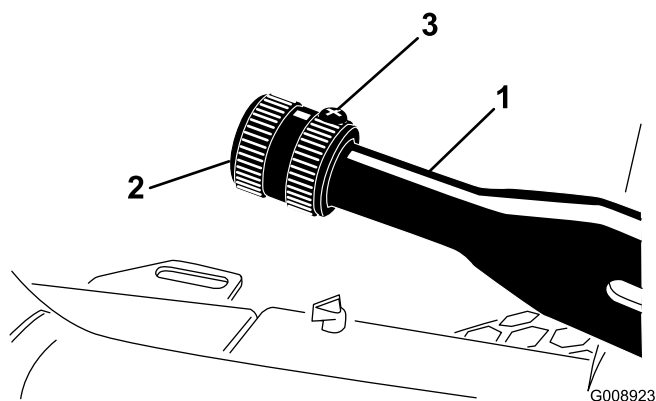

Figura 55
1. Afloje el tornillo de fijación que sujeta el pomo a la palanca del freno de estacionamiento (Figura 55).